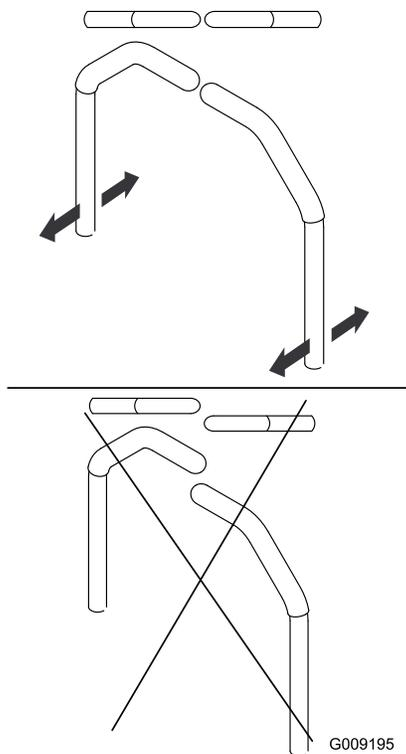

**Figura 46**
- Se la macchina tende a destra, allentate i bulloni e regolate la piastra di battuta sinistra spostandola indietro sulla fessura a T sinistra finché la macchina non procede in linea retta (Figura 46).
- Se a macchina tende a sinistra, allentate i bulloni e regolate la piastra di battuta destra spostandola indietro sulla fessura a T destra finché la macchina non procede in linea retta (Figura 46).
- Serrate la piastra di battuta (Figura 46).